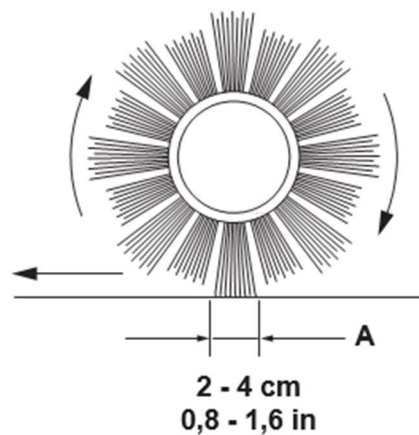

Figure 20
- Vérifiez que la longueur de l'empreinte de la brosse principale (A, figure 20) mesure de 2 à 4 cm de large.
Si l'empreinte (A, Figure 20) n'est pas conforme aux spécifications, ajustez la hauteur de la brosse principale selon les procédures suivantes.
Si l'empreinte (A, figure 20) ne peut pas être réglée correctement en raison de la longueur différente des poils entraînant une pression différente sur le sol, consultez le manuel d'entretien.